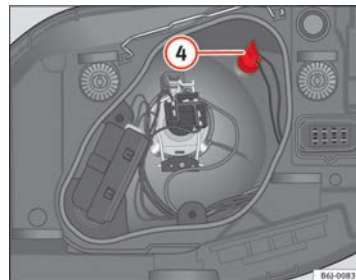

Fig. 147 Luz de presença ►
- Extraia o porta-lâmpadas ④ ⇒ Fig. 147 para fora.